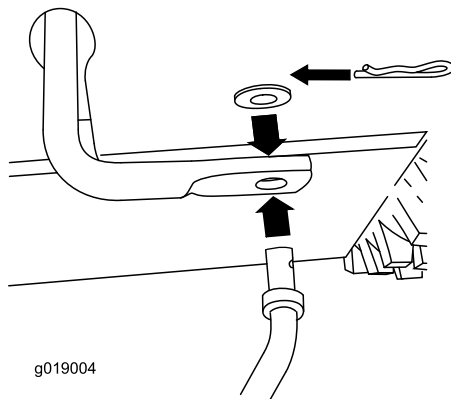

Bild 4
1. Setzen Sie das untere Ende der Stange so in den Unterlenkerarm ein, dass das gebogene Ende der Geschwindigkeitsschalstange nach hinten zeigt (Bild 4).
2. Befestigen Sie das untere Ende der Geschwindigkeitsschalstange mit einer Flachscheibe und einem Splint (Bild 4).